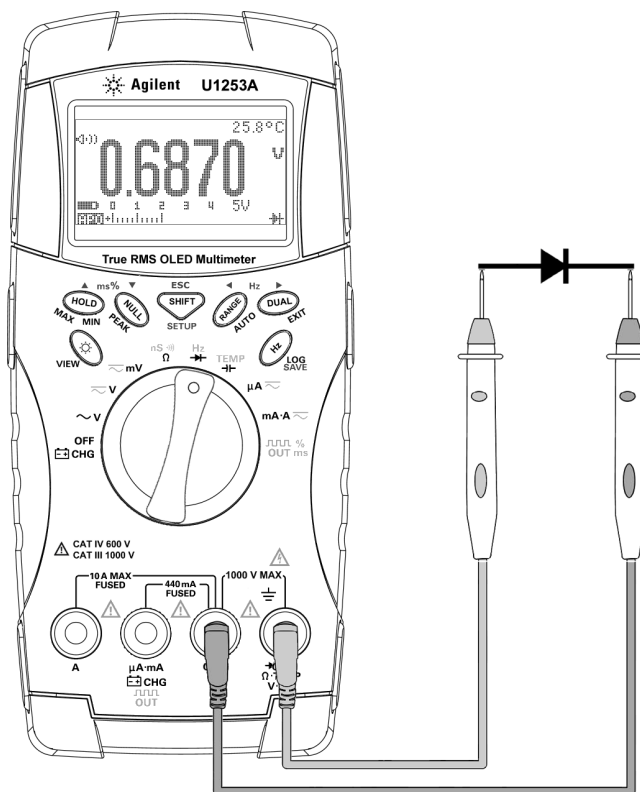

Figura 2-10 Medir a polarização direta de um diodo
- 3 Conecte o fio de teste vermelho no terminal positivo (ânodo) do diodo e o fio de teste preto no terminal negativo (cátodo). Consulte a Figura 2-10 na página 46.